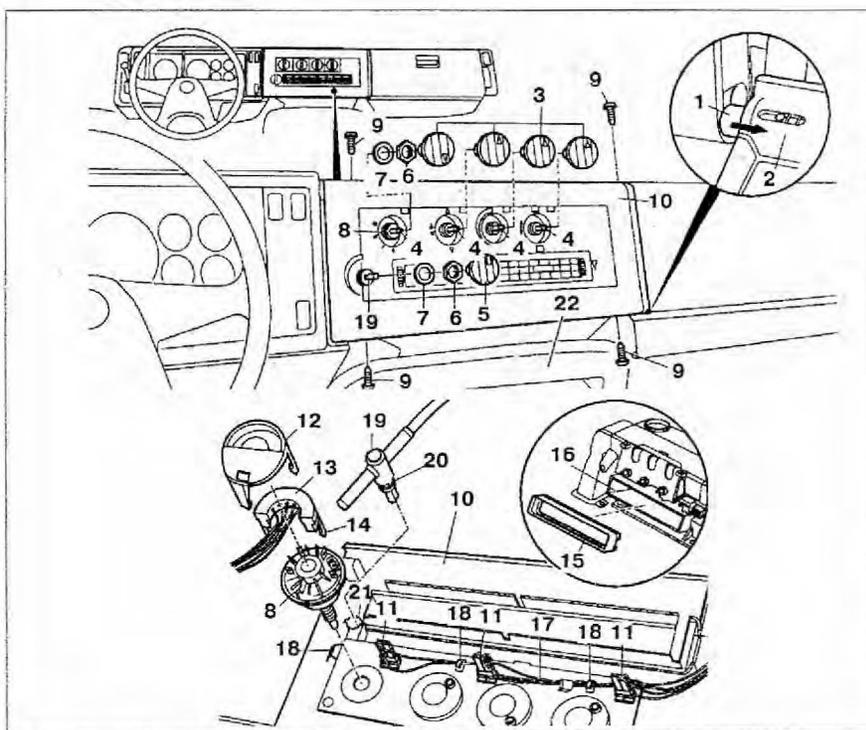

Рис. 8.2. Центральная часть панели приборов:
2. Снимите крышку 22 (рис. 8.2).